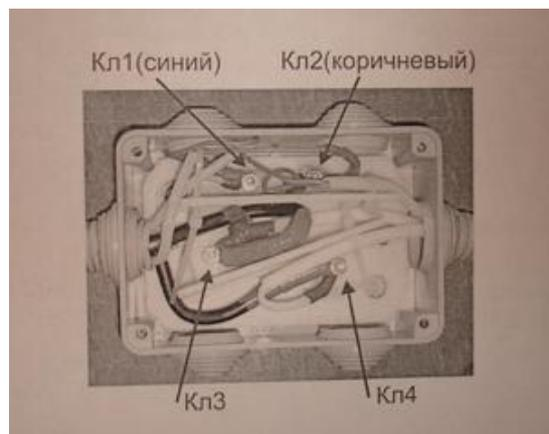

Рис.3
7.1.4.1. Выберите место для установки блока управления *поз.1* на стене так, чтобы верхний патрубок *поз.9* находился на высоте от 1.2 до 1.7м от пола и с помощью крепежа закрепите его и фильтр *поз.17* в вертикальном положении. Убедитесь, чтобы не перекрывались воздушный фильтр *поз.4* и выходной патрубок *поз.9* (см. *рис.1*). Расстояние озонатора от приборов отопления должно быть не менее 1 метра. Определите на стене положение кабеля, распределительной коробки *поз.12* и проходного отверстия (диаметром 32,5-35мм.) для кабеля *поз.14*. На смежной стороне стены установите блок с генератором озона *поз.16* и распределительной коробкой *поз.11*. Выполните подсоединение кабеля *поз.14* к распределительной коробке *поз.11*(см. *рис.3*):